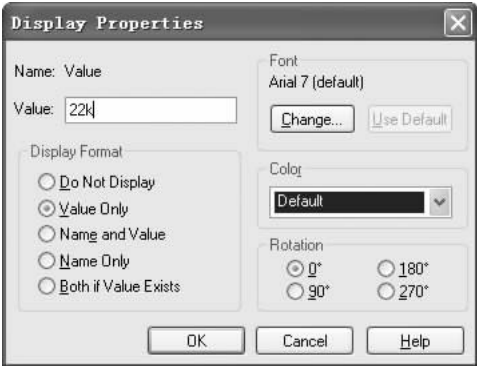

图 6-155 修改元件值
1) 编辑元件值。双击电阻元件的元件值 RESISTOR，弹出“Display Properties (显示属性)”对话框，在“Value (值)”文本框中修改元件值为 22k，如图 6-155 所示。单击  按钮，退出对话框，完成修改。